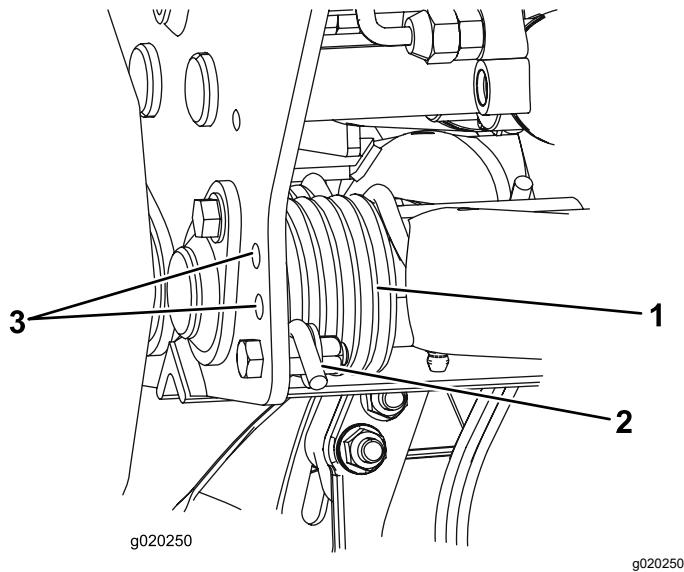

図 33
3. スプリングのテンションをなくしたら、スプリングアクチュエータを固定しているボルトとロックナットを外す 図 33。